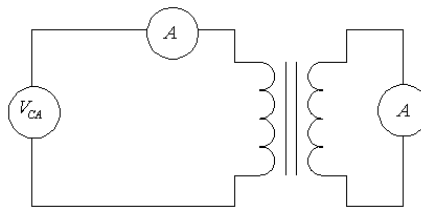

Figura 3: Circuito a conectar en el paso 2
2. Armar el circuito de la figura 3, y conecta la fuente de alimentación con un voltaje de 0VCA el cual se va ir incrementando hasta que por el primario circule una corriente poco menor a la nominal que para este caso se pretende aumentar hasta .4A, mida la corriente del primario y secundario, para obtener la relación de transformación.